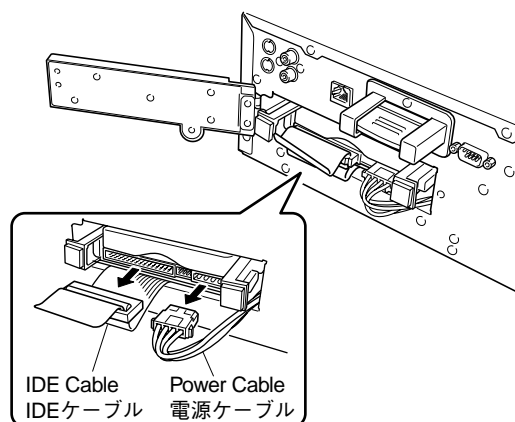

Fig. 8
- Disconnect the IDE Cable and Power Cable from the HDD. (Fig. 8)
- HDDからIDEケーブルと電源ケーブルを外します。(Fig. 8)